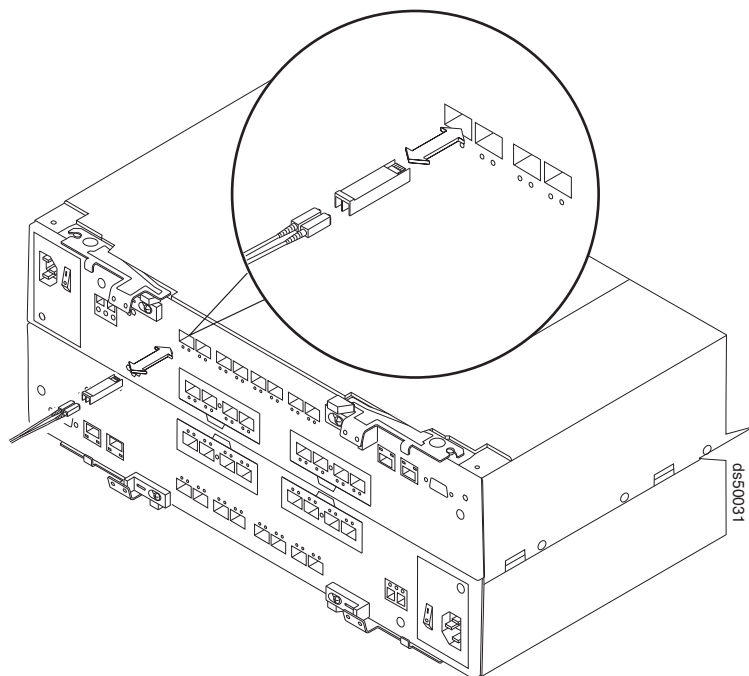

図 81. SFP モジュールと LC-LC ケーブルの DS5100 または DS5300 への取り付け
1. 142 ページの図 81 に示すように、SFP モジュールをストレージ・サブシステム背面のドライブ・ミニ・ハブ・ポートに取り付けます。